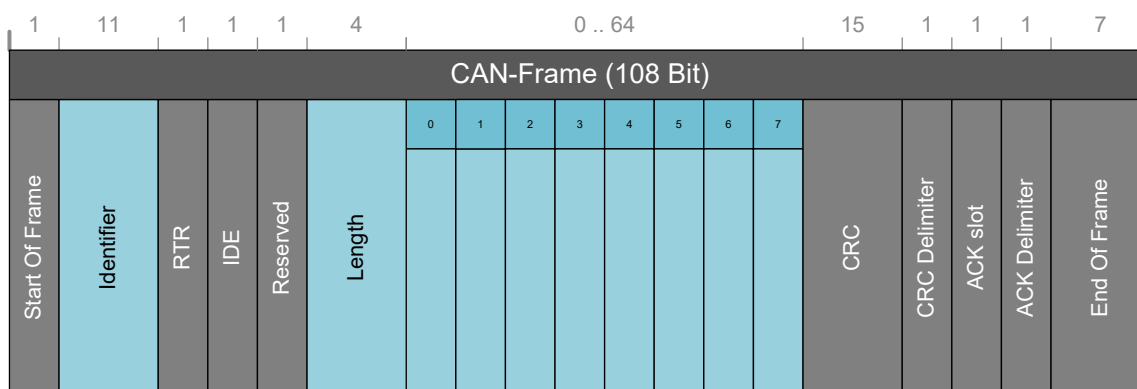

Abb. 10-3 CAN-Frame
In Abb. 10-3 ist der Inhalt einer CAN-Nachricht (Frame) sowie die zugehörigen Identifier (ID) und deren Länge dargestellt. Die Tabellen Tab. 10-1 und Tab. 10-2 geben an, welche Identifier bei der Kommunikation mit dem Brennstoffzellensystem Nexa®1200 verwendet werden, deren Länge (in Byte) und Übertragungsrate (T). Die Abschnitte 10.6.1 und 10.6.2 beschreiben die Nachrichteninhalte.